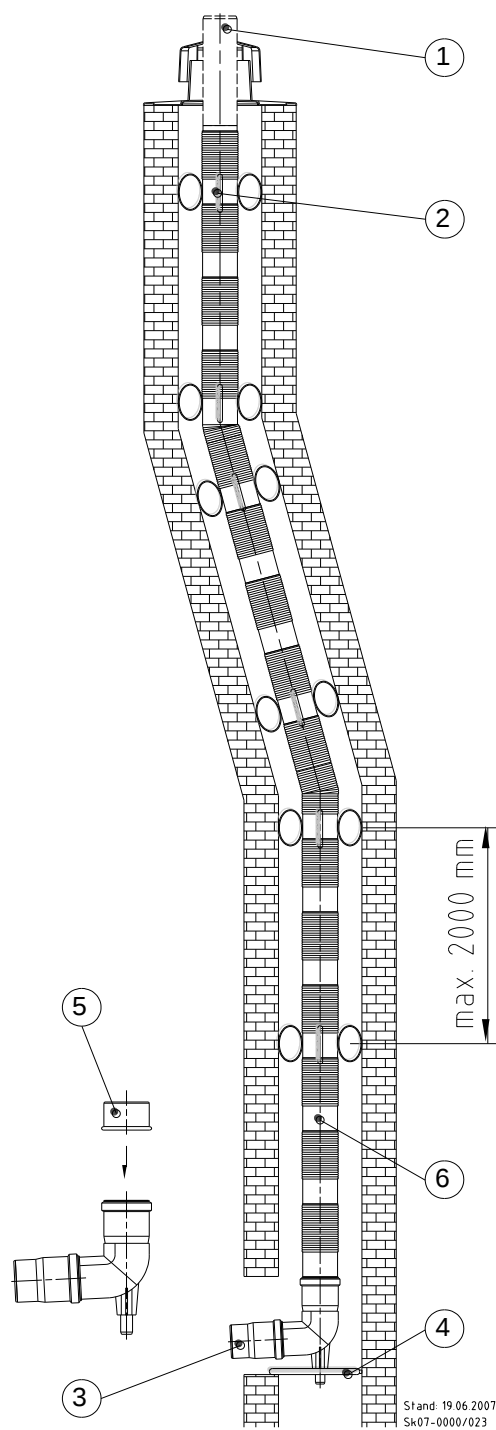
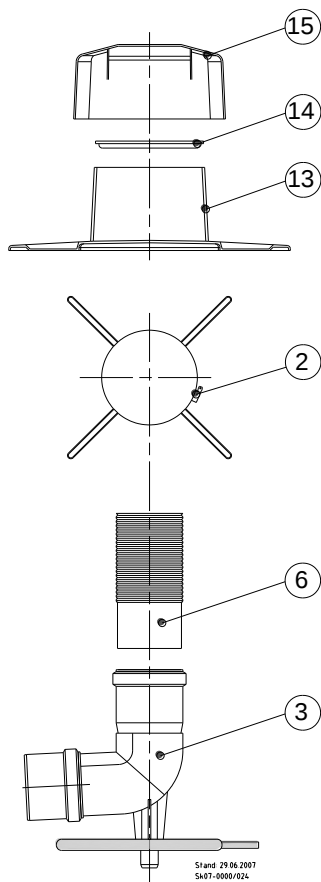

Fig. 20 : Sistema de chimenea, flexible
Fig. 22 : Dibujo de detalles de montaje tapa del pozo
- ➡ Limpio y engrado el extremo del vástago de la pipa de escape (véase fig. 20).
- ➡ Inserte primero la parte inferior de la tapa del pozo (ver fig. 22) en el extremo del cable del tubo de escape (véase fig. 20).